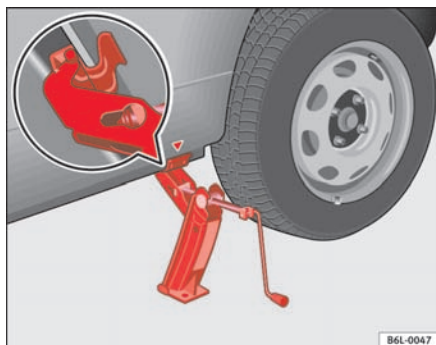

Fig. 134 Sådan sættes donkraften på.
- Stil donkraften således, at dens griber får fat i kanten på panelet, og den bevægelige bundplade står plant på jorden ⇒ fig. 134.